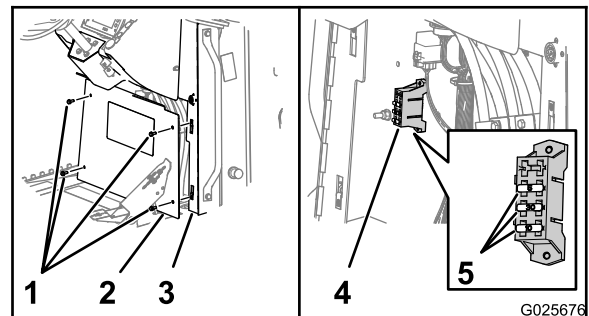

Bild 86
3. Entfernen Sie die vier Sechskantbundkopfschrauben (5/16" x 3"), mit denen die Abdeckung am Bedienfeld befestigt ist, und nehmen Sie die Abdeckung ab (Bild 86).
4. Ermitteln Sie die offene Sicherung und wechseln Sie sie mit einer Sicherung des passenden Typs und der entsprechenden Amperezahl aus (Bild 86).
6. Fluchten Sie das Loch in der Abdeckung mit den Mutterclips an den Flanschen des Bedienfelds aus (Bild 86).